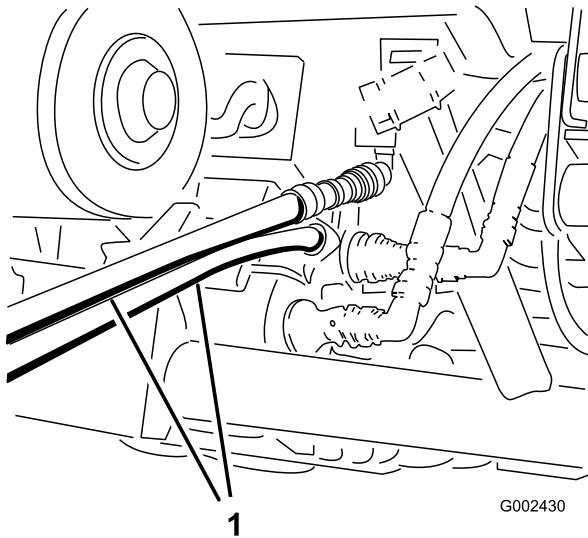

Figura 82
4. Sull'altro veicolo, collegate i due tubi ai giunti che si trovano ancora nella staffa dell'accoppiatore (collegate il tubo superiore al giunto superiore e il tubo inferiore al giunto inferiore) (Figura 82). Applicate un tappo sui raccordi inutilizzati.